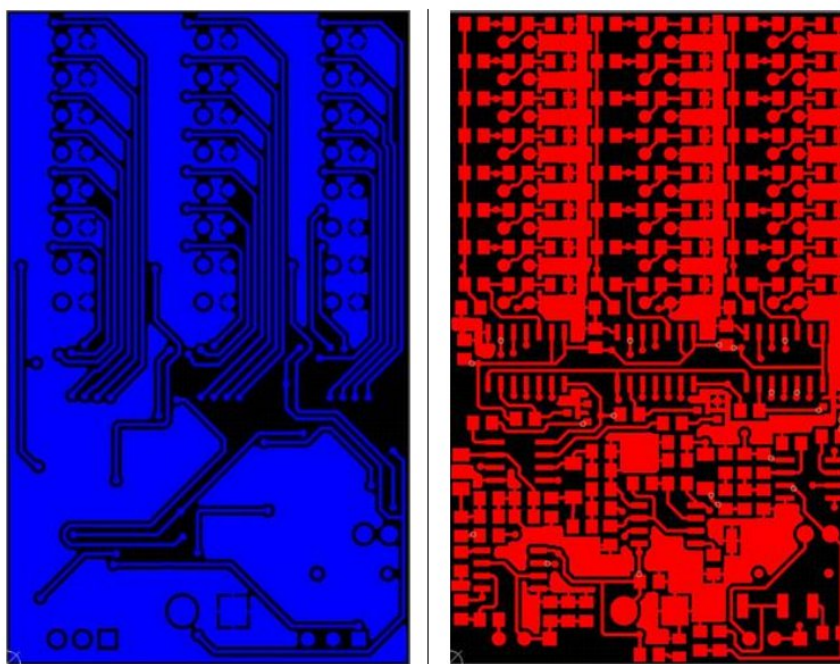

Рисунок 3. Трассировка печатной платы
2. Разместите радиоэлементы на печатной плате в соответствии со сборочным чертежом и трассировкой печатной платы(рисунок 3).